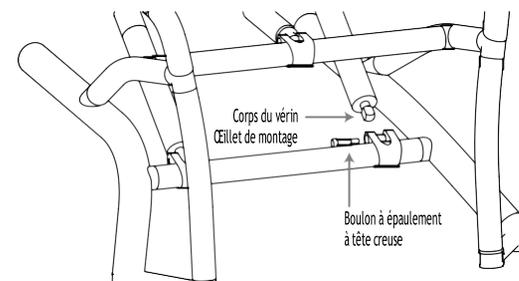

Figure 17.38
- c Pour enlever l'extrémité du vérin, desserrez et retirez le boulon à épaulement à tête creuse montant le vérin au châssis inférieur, comme indiqué à la figure 17.38.